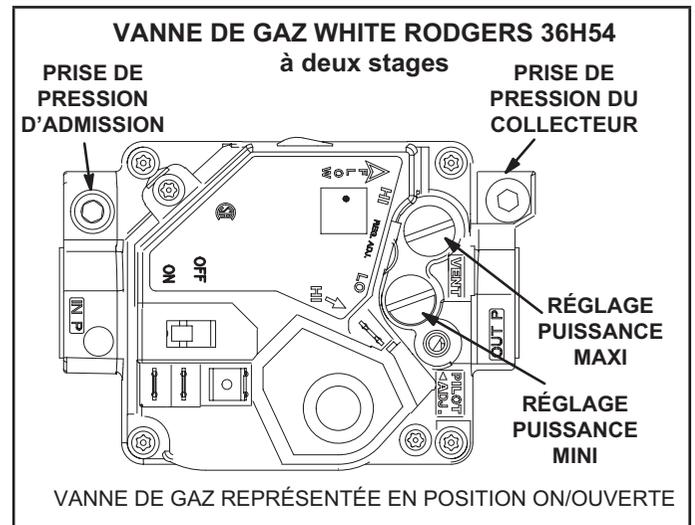

FIGURE 39
Fonctionnement de la vanne de gaz Honeywell VR8205Q/VR8305Q et White Rodgers 36H54 (FIGURE 39).
- 5 - Mettez l'interrupteur de la vanne de gaz sur **OFF/FERMÉE**. Reportez-vous à la FIGURE 39.
- 6 - Attendez cinq (5) minutes pour vous assurer que tout le gaz a eu le temps de se dissiper. En cas d'odeur de gaz, **ARRÊTEZ!** Appelez immédiatement le fournisseur de gaz depuis chez un voisin et conformez-vous à ses instructions. S'il n'y a pas d'odeur de gaz, passez au point suivant.
- 7 - Mettez l'interrupteur de la vanne de gaz sur **ON/FERMÉE**. Reportez-vous à la FIGURE 39.